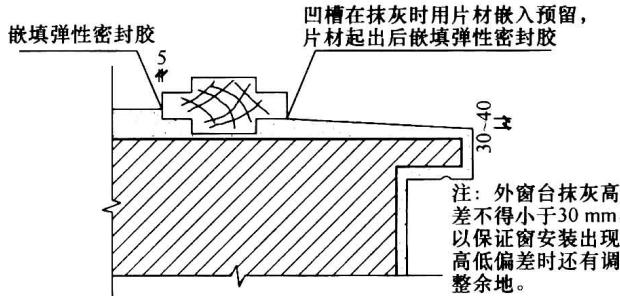
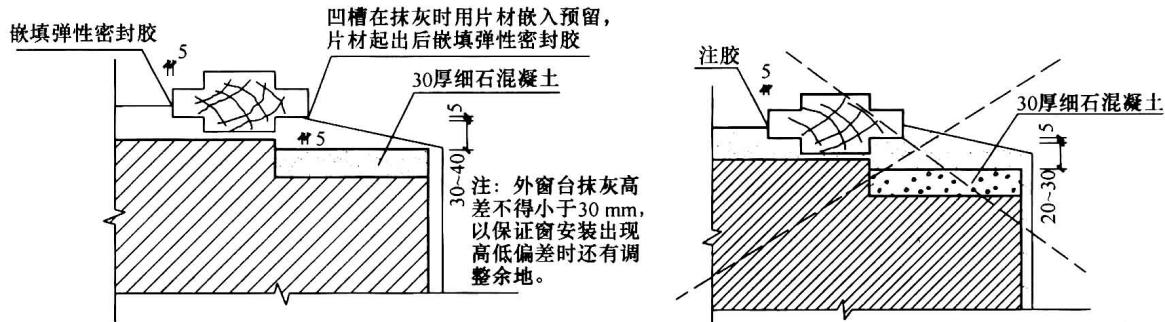
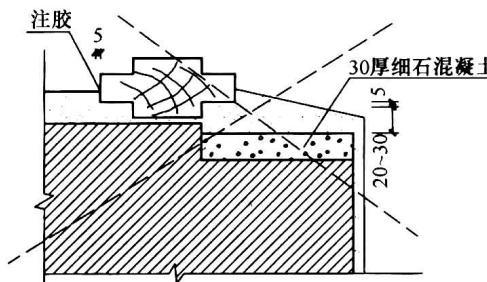

图 1-5 外窗台（阳台）剖面图一
图 1-6 外窗台（阳台）剖面图二
图 1-7 外窗台错误做法剖面图
(1) 外装饰时，阳台要从上至下吊垂线和每层找平线，保证各层阳台饰面、阳角横平竖直。阳台上外挑排水管，从下至上逐层增加 2 cm，并设置在一条垂直线上（仅适用于多层住宅）。
(2) 外窗台：正确做法如图 1-5 和图 1-6 所示，错误做法如图 1-7 所示。